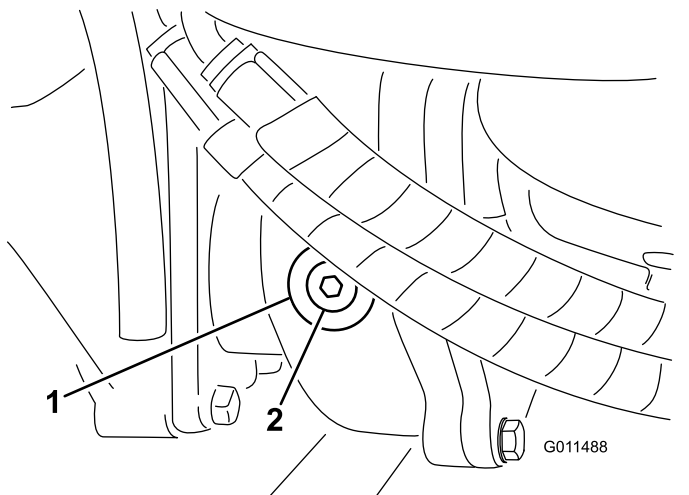

図 108
2. ギアボックスの左側から点検・補給用プラグを抜き、穴の高さまで潤滑油があることを確認する 図 108。